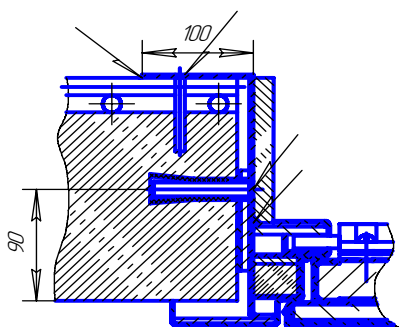

Рис.1
- 5.4. При невозможности монтажа двери в соответствии с п. 5.3, дверь может крепиться посредством анкеров  $\Phi 12$ мм. и длиной 120 мм. в строительную конструкцию стен и дополнительного обхвата строительного проёма металлическими пластинами толщиной 3мм., шириной не менее 100мм. и требуемой длины, которые привариваются на месте к проушинам на дверной коробке (см. рис. 1) и к закладным элементам стены.